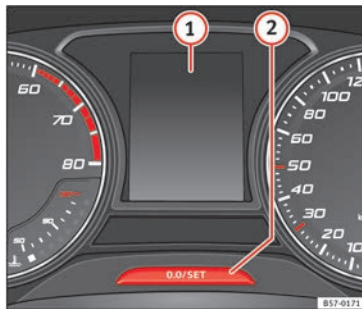

Abb. 48 Kombiinstrument
Die Service-Intervall-Anzeige erscheint im Display des Kombi-Instruments » Abb. 48 ①.